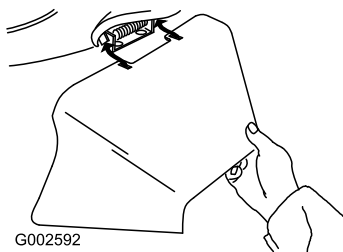

Figure 23
3. Montez l'éjecteur latéral et rabattez le volet sur l'éjecteur (Figure 23).